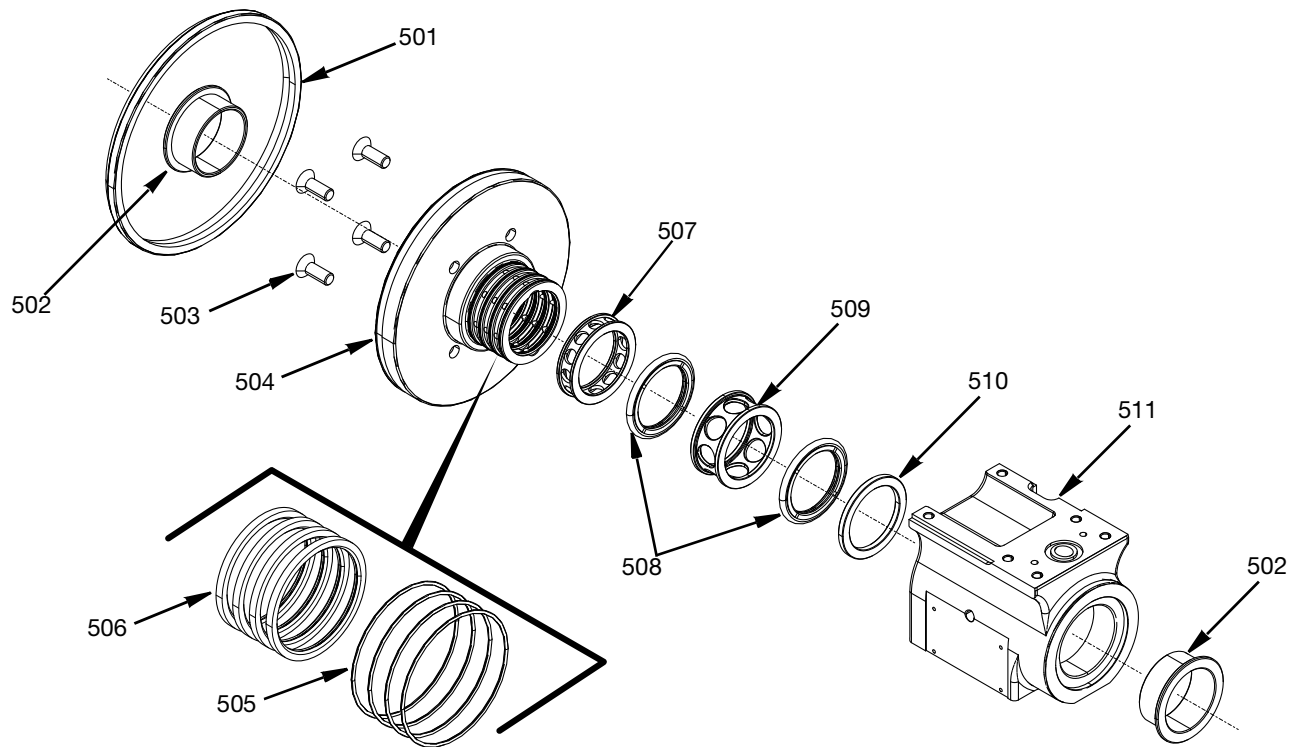

FIG. 20
1. El anillo de sellado antipolvo (501) se puede quitar del cojinete del anillo de distribución de aire (504).
2. Retire los cojinetes embridado (502) y deséchelos.
3. Quite los tornillos M6 de cabeza plana (503) con una llave hexagonal y retire el cojinete del anillo de distribución de aire (504).
4. Retire las cuatro juntas tóricas (505) y las cuatro juntas de sellado de aire (506) del cojinete del anillo de distribución de aire (504) y deséchelos.
5. Dé golpecitos a los componentes internos (507-510) para sacarlos del conjunto del alojamiento de la pieza giratoria (511). Se recomienda utilizar la herramienta de instalación/extracción de juntas de sellado 17V972 y un mazo de cara blanda para sacar a golpecitos los componentes internos del alojamiento de la pieza giratoria.
6. Deseche las juntas de sellado giratorias (508). Vea la FIG. 20 en la página 20.
NOTA: Para conocer la secuencia general de montaje del alojamiento de la pieza giratoria, vea la FIG. 20.